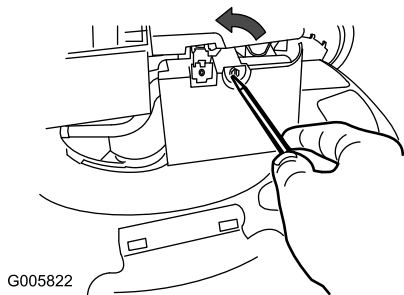

Figura 23
1. Aprite il coperchio del filtro dell'aria con un cacciavite (Figura 23).